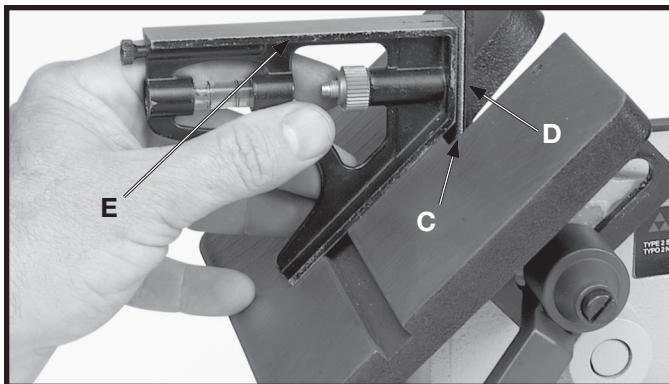

Fig. 27
La mesa puede inclinarse 45 grados hacia adelante como lo ilustra la Fig. 27, aflojando la palanca de cierre (B). Utilizando una escuadra de combinaciones (E), verifique que la mesa está a 45 grados de la correa y apriete la palanca de cierre (B).
**ADVERTENCIA** Para evitar atrapar el material o los dedos entre la mesa y la correa de lijado, el borde de la mesa (C) debe colocarse a un maximo de 1/16 de pulgada de la correa de lijado (D), cuando la mesa esta inclinada.